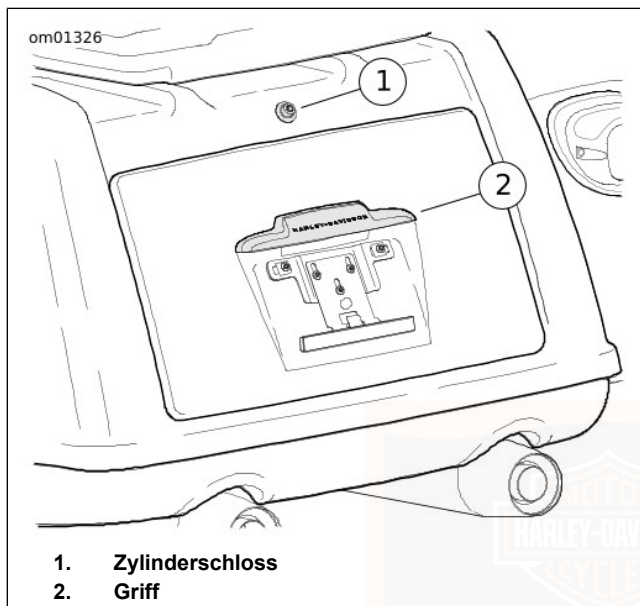

Abbildung 57. Aufbewahrungskoffer (typisch)
2. Siehe Abbildung 57. Zylinderschloss eindrücken, um Tür zu entriegeln. Am Griff ziehen, um die Tür des Kofferraum zu öffnen.